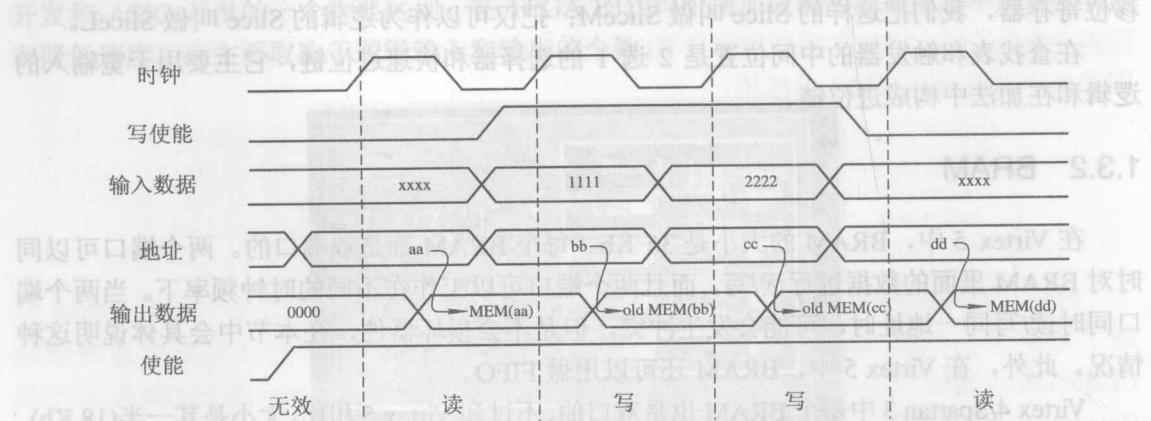

图 1.3.5 READ\_FIRST 时序示意图
**READ\_FIRST:** 如图 1.3.5 所示, 使能 EN 变高后, 开始时输出数据 DO 输出的是地址 aa 对应的值, 在输入数据 DI 出现 1111 时, 地址 bb 对应的寄存器值变为 1111, 但输出数据 DO 输出的仍然是地址 bb 的旧值。就是说在 READ\_FIRST 中, 地址对应的寄存器内容会随着输入的改变而改变, 但输出不会改变, 直到下次输出该地址值时才输出存入的值。